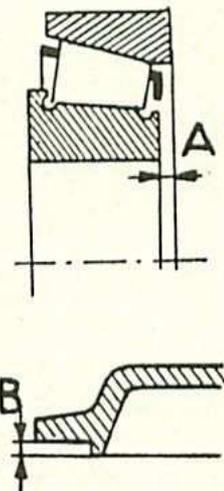

Fig. 46. — Cotes théoriques pour utilisation des tableaux de réglage
1° Une cote (A) du roulement Timken du pignon d'angle égale à 1,3 mm (fig. 46).